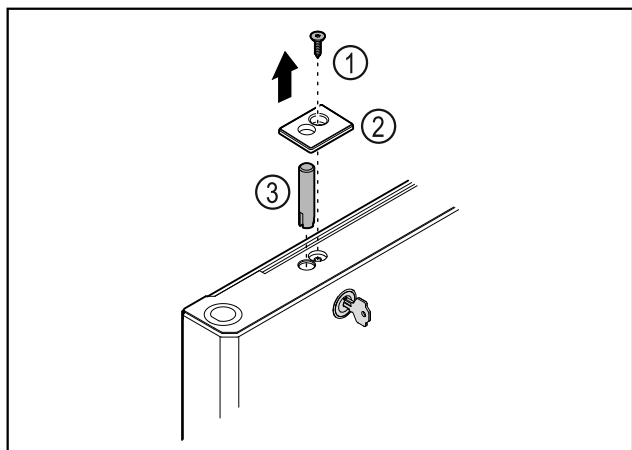

Fig. 33
- Rimuovere la vite Fig. 33 (1).
- Disinnestare la copertura Fig. 33 (2) con l'ausilio di un piccolo cacciavite e rimuoverla.
- Estrarre il perno della serratura Fig. 33 (3).